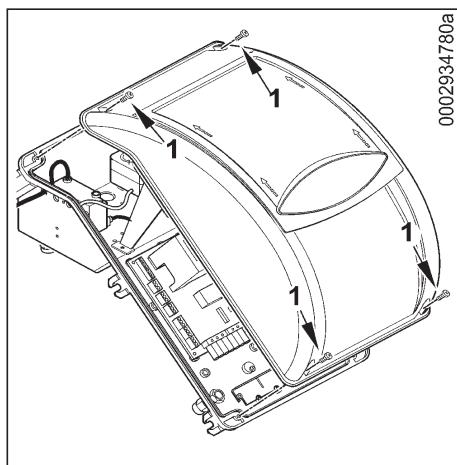

图1
- 松开图1中的4个螺丝(1)(图1)并取下盖子，而不要移开前面透明的盖板，这样就可以接触到燃烧器的电控面板了。